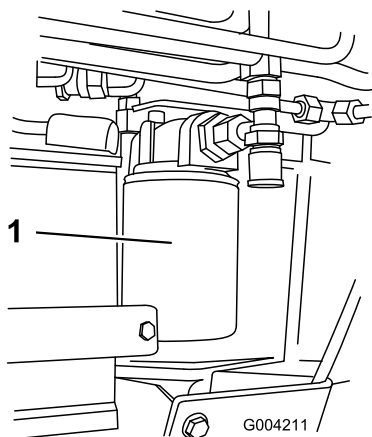

Figure 51
4. Placez un bac de vidange sous le filtre (Figure 51).
5. Enlevez le filtre à huile usagé (Figure 51) et essuyez la surface du joint de l'adaptateur.
7. Montez le filtre de rechange sur l'adaptateur (Figure 51). Tournez le filtre dans le sens horaire jusqu'à ce que le joint rejoigne l'adaptateur, puis donnez 3/4 de tour supplémentaire.